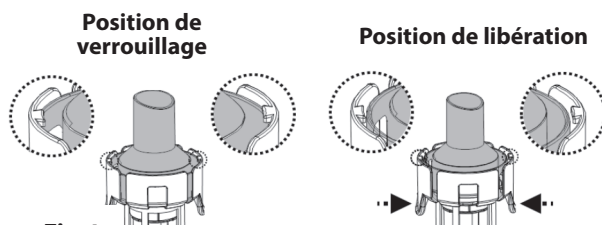

Fig.1
- 1) Appuyer simultanément sur les languettes latérales et retirer la buse d'aspiration du tube. (Fig.1)